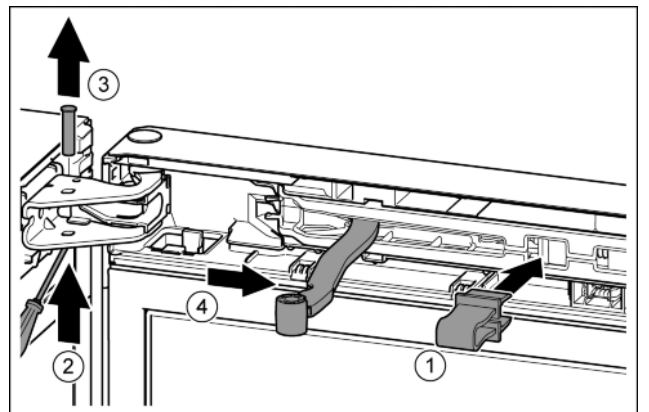

Fig. 10
- Introduire l'arrêt dans l'ouverture. Fig. 10 (1)
- Desserrer le boulon avec un tournevis. Fig. 10 (2)
- Sortir le boulon par le haut. Fig. 10 (3)
- Tourner l'articulation en direction de la porte. Fig. 10 (4)